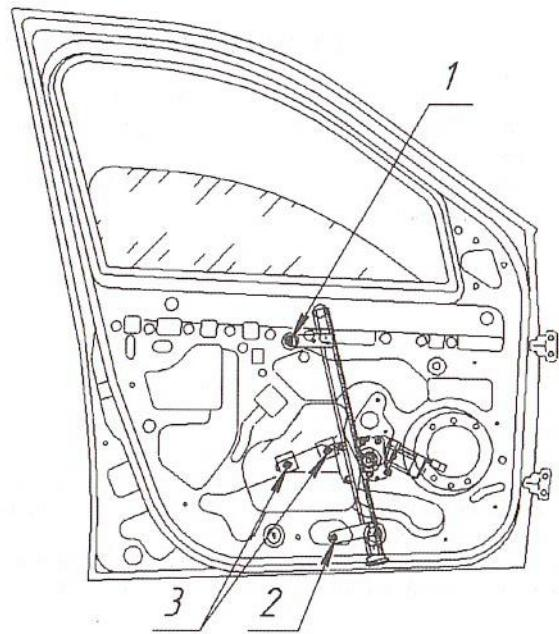

Рис. 1
6.7 Установить ЭСП в соответствии с рис. 1 и 2, используя гайки и винты от штатного стеклоподъёмника.